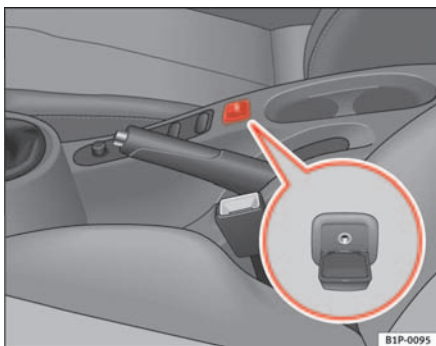

Abb. 101 Anschluss für einen zusätzlichen Audio-Eingang
- Heben Sie den AUX-Deckel an ⇒ Abb. 101.